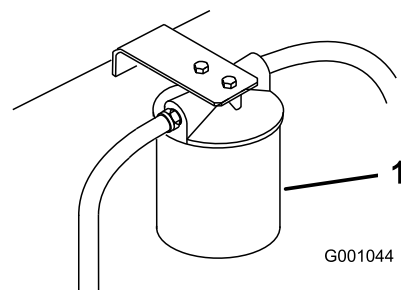

Figure 60
4. Placez un bac de vidange sous le filtre, déposez le filtre usagé et essuyez la surface du joint de l'adaptateur (Figure 60).